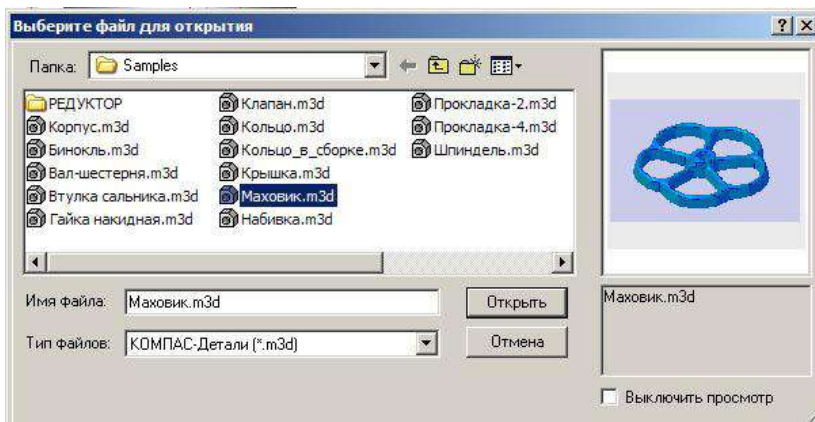

Рисунок 9.16 – Вікно зборки з базовою деталлю «Шпиндель»
- клацніть на панелі інструментів «Вид» по кнопці «Полутоновое», а потім по кнопці «Показать все». З'явиться вікно зборки показане на рис. 9.16.